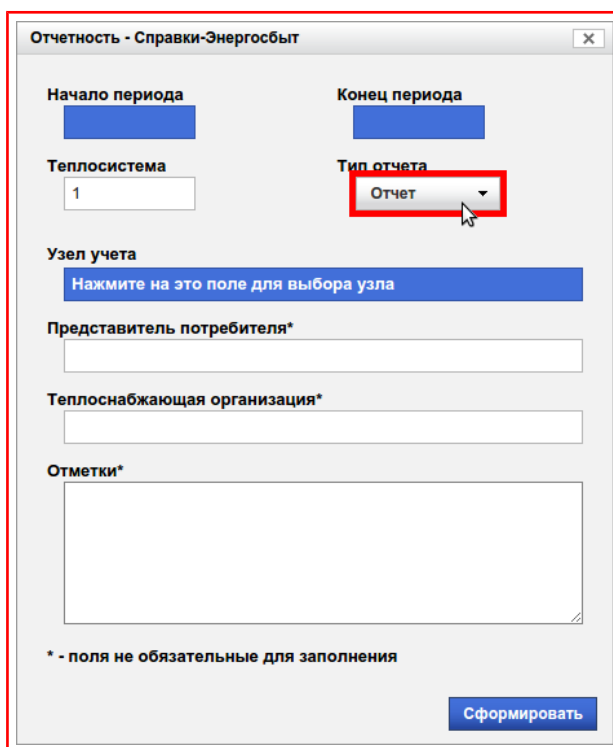

Рисунок 8.5 — Кнопка-меню «Тип отчёта»
6.1) Нажать на кнопку-меню под текстом **«Тип отчёта»**, рисунок 8.5;